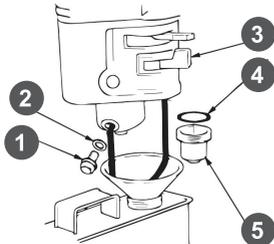

Рис. 17 Обслуживание фильтра-отстойника
- Открутите болт 1 сливного отверстия и слейте топливо из поплавковой камеры карбюратора (Рис. 17).
- Открутите стакан отстойника 5, вылейте из него топливо в заранее подготовленную емкость (Рис. 17).